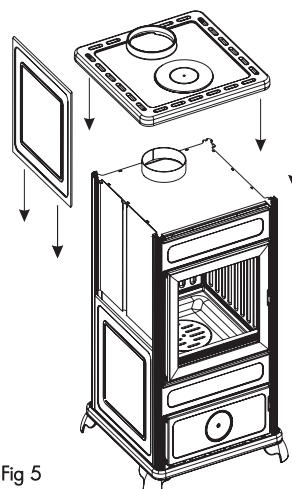

Fig 5
- riposizionare il top sulla struttura e riavvitare le 4 viti, come da fig 5.